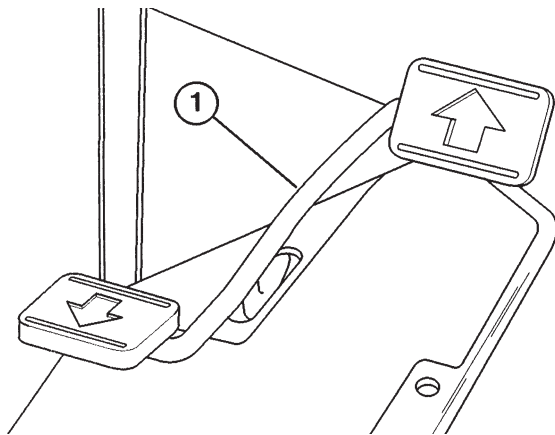

Fig. 4
**Manøvre- og stoppepedal** (fig. 4–5)—